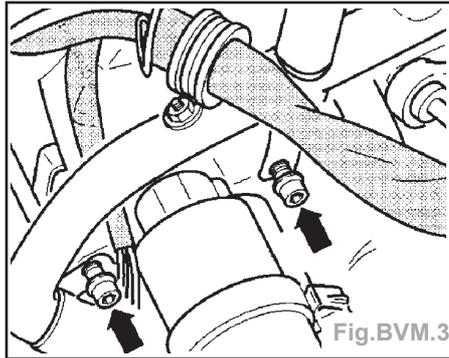

Fig.BVM.3
- Déposer la conduite de liquide de refroidissement (du vase d'expansion à la pompe à eau) du démarreur (flèches) (Fig.BVM.3).